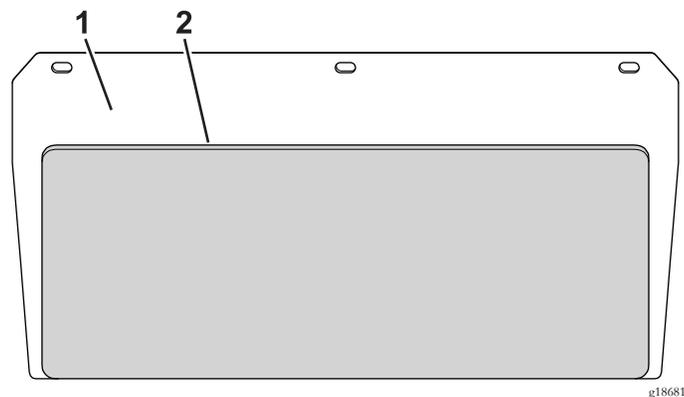

Figura 9
4. Rimuovete la parte posteriore e applicate lo schermo del pannello posteriore, centrato, sul lato motore del pannello posteriore (Figura 9).